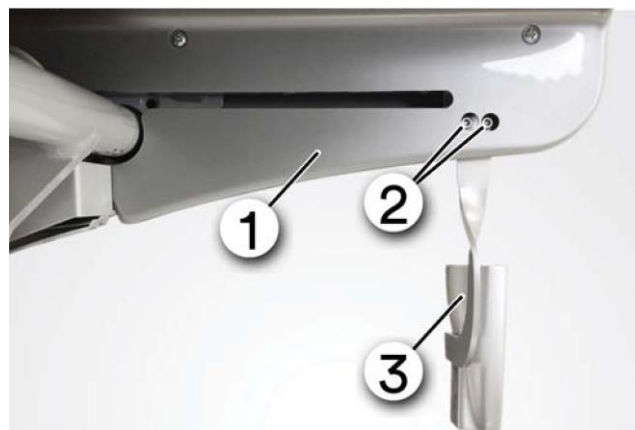

Рис. 56
- ▶ Отвинтить два винта со шлицем М3 от кронштейна (см. рисунок 56).